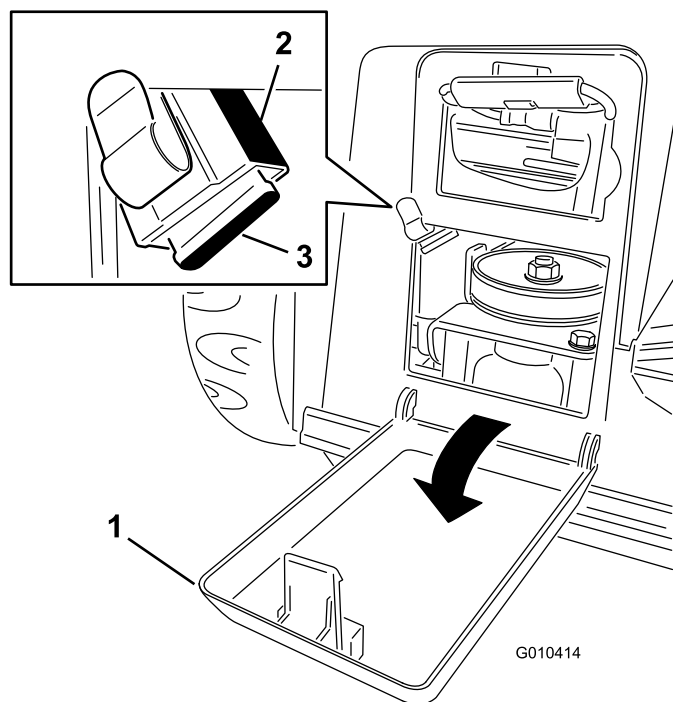

Figura 9
1. Abra la tapa de la batería (Figura 9).
2. Localice el portafusibles en la esquina superior izquierda del hueco del compartimento de la batería (Figura 9).